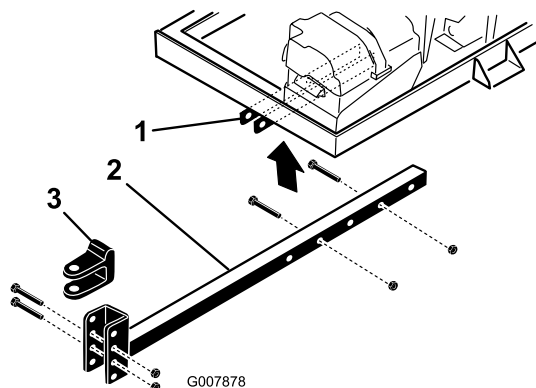

图 4
- 将挂钩管插入机架支架图 4。用 2 个螺栓 $\frac{5}{8}$ x 3 英寸和凸缘螺母 $\frac{5}{8}$ 英寸将挂钩管固定到机架上并上紧扭矩至 40N·m。
- 卸下将挂钩 U 形销图 4 固定到挂钩管上的螺栓和锁紧螺母。
- 卸下将挂钩管固定到机架支架的螺栓和螺母图 4。